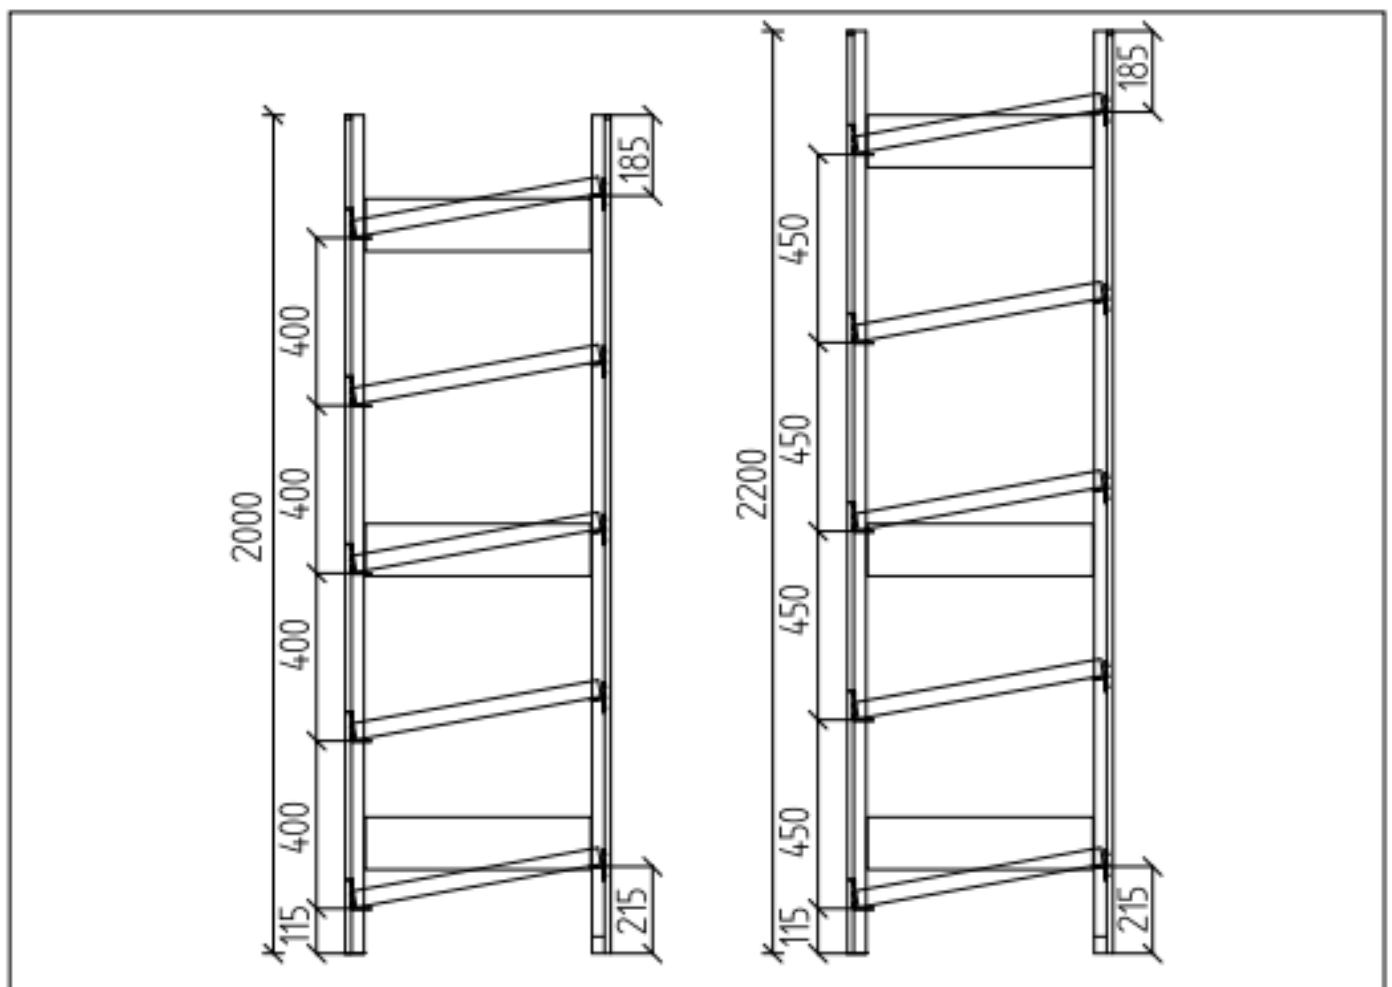

Abb. 7
- 1.8** Die Aussteifungstraversen für den obersten Fachboden werden entsprechend Abb. 7 eingehängt und mit Sicherungstiften gesichert. Anschließend werden die Seitenbleche und der Fachboden eingelegt.
- 1.9** Die übrigen Traversen, Seitenbleche und Fachböden werden in der Höhe gleichmäßig verteilt einmontiert (Abb. 7).